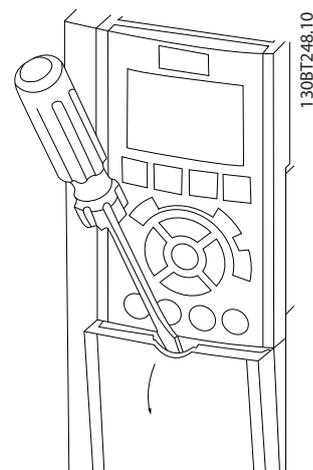

Abbildung 2.13 Steuerverdrahtungszugang für die Gehäuse A2, A3, B3, B4, C3 und C4
- Entfernen Sie die Abdeckplatte mithilfe eines Schraubendrehers. Siehe Abbildung 2.13.